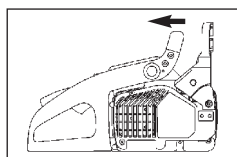

Fig. 3B
1. Ga na of de hendel van de kettingrem naar achter is getrokken zodat de rem uitgeschakeld is (Fig. 3B).